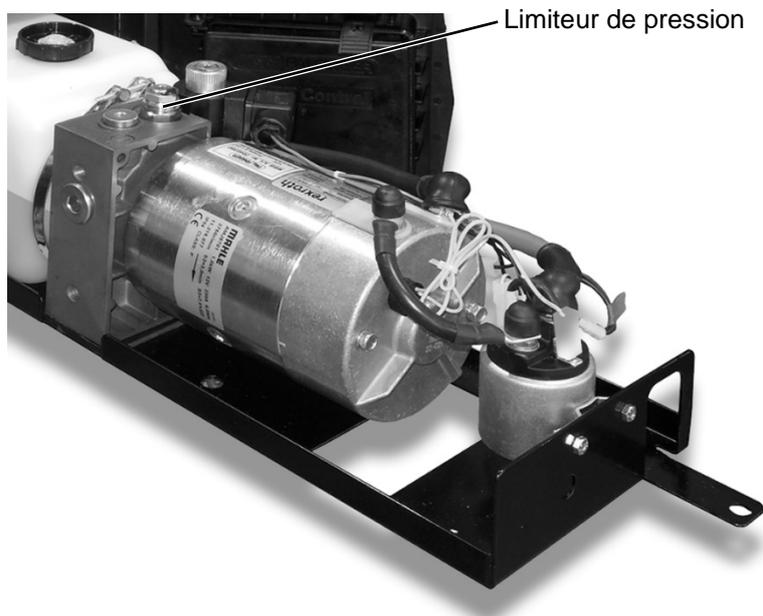

Figure 50 : Limiteur de pression sur le bloc hydraulique
- ▶ Réglez le limiteur de pression de manière à ce que le hayon élévateur ne puisse plus lever plus de 125 % de la charge maximale (voir Figure 50).